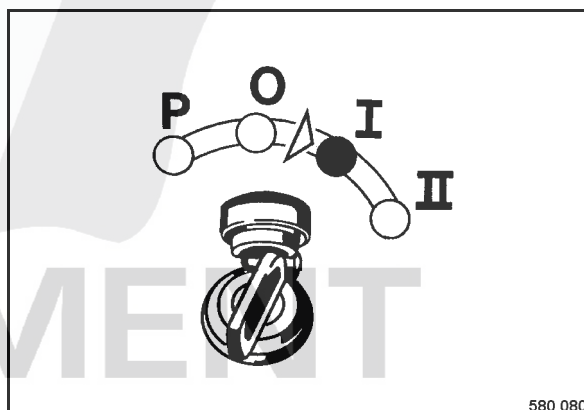

fig. 85
- Tourner la clé de contact (fig. 85) sur position "I".